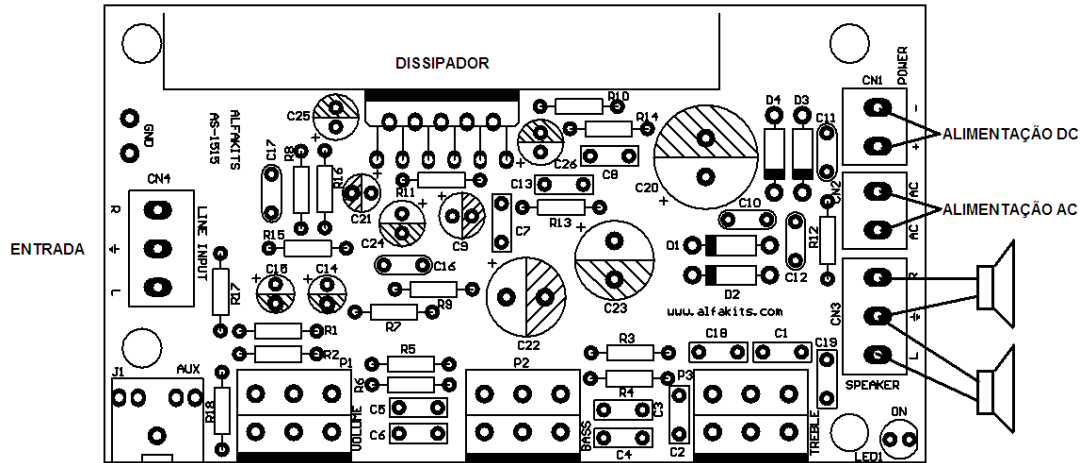

Figura 2
Para ligação do transformador, deve ser seguido o esquema de ligações na Figura 2. A garantia do produto não cobre uso errado ou ligação errada do transformador, conexão de alto-falantes com impedância total abaixo de 2Ω e também ligação do aparelho a tensões de alimentação diferentes das indicadas e recomendadas.
Os secundários do transformador correspondem à sua saída e devem ser ligados à placa do amplificador, nos pontos indicados no esquema figura 2.
- Conecte os cabos que saem de suas caixas acústicas nos terminais do conector SPEAKER conforme figura 2.